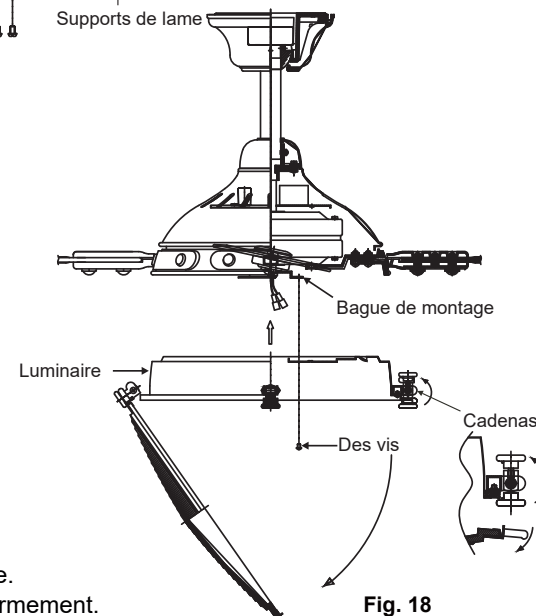

Fig. 18
Étape 1. Desserrez les deux vis sur la bague de montage fixée à l'arbre du moteur et "retirez" et conservez la troisième vis. (Fig. 18)